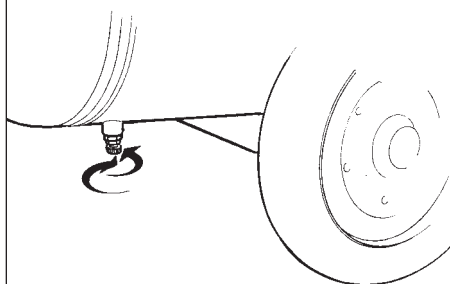

fig. 2
- controllare che il rubinetto di scarico condensa posto sotto il serbatoio (fig. 2) sia chiuso;
- Scaricare la pressione del serbatoio e dei circuiti interni mediante il rubinetto di scarico condensa prima di intervenire o smontare parti di circuito pneumatico (fig. 2). Svitare con cautela per fare uscire l'aria lentamente. Controllare attraverso il manometro che non vi sia pressione nel circuito aria.
Eseguire l'operazione di scarico della condensa dopo ogni giornata di lavoro attraverso il rubinetto posto sotto il serbatoio (fig. 2). Si consiglia di montare uno scaricatore automatico di condensa, per garantire l'espletamento dell'operazione.